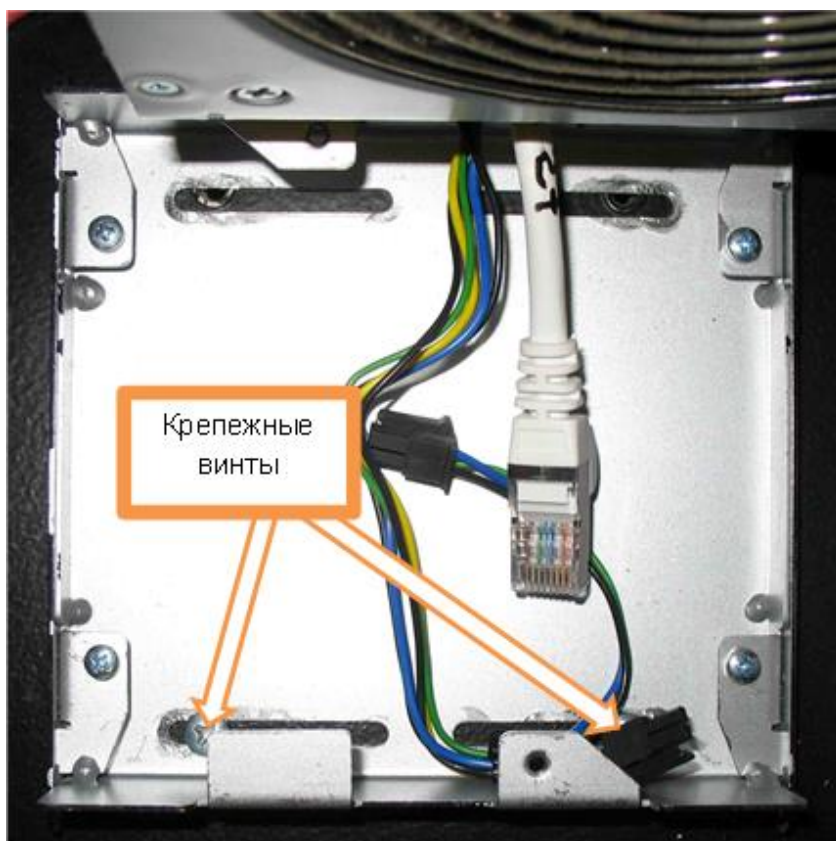

Рисунок 3.3.1 Крепление КИА
1. Установить платформу КИА в ИА, совместив крепежные отверстия основания платформы КИА с отверстиями на днище ИА. Вкрутить крепежные винты (Рисунок 3.3.1).